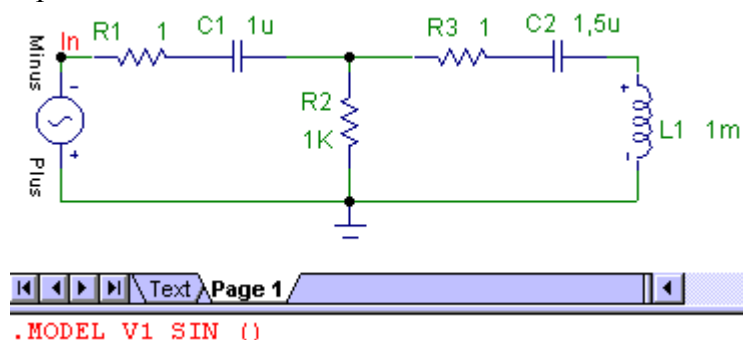

Рис. 1.3. Схема, содержащая R, C, L.
**Элементы R, C, L** задаются только в окне настройки указанием их номинальных значений. При этом необходимо помнить, что номиналы определяются системой СИ, т.е. Ом, Ф, Гн, соответственно. Для задания дробных и кратных единиц можно использовать буквенные обозначения, приведенные в табл. 1.3. Нулевой вывод схемы - "земля" - задается указанием типа элемента Ground. На схеме, изображенной на рис. 1.3, показано окно Split Text, где описания пассивных элементов отсутствуют, а присутствует только описание активного источника напряжения V1.